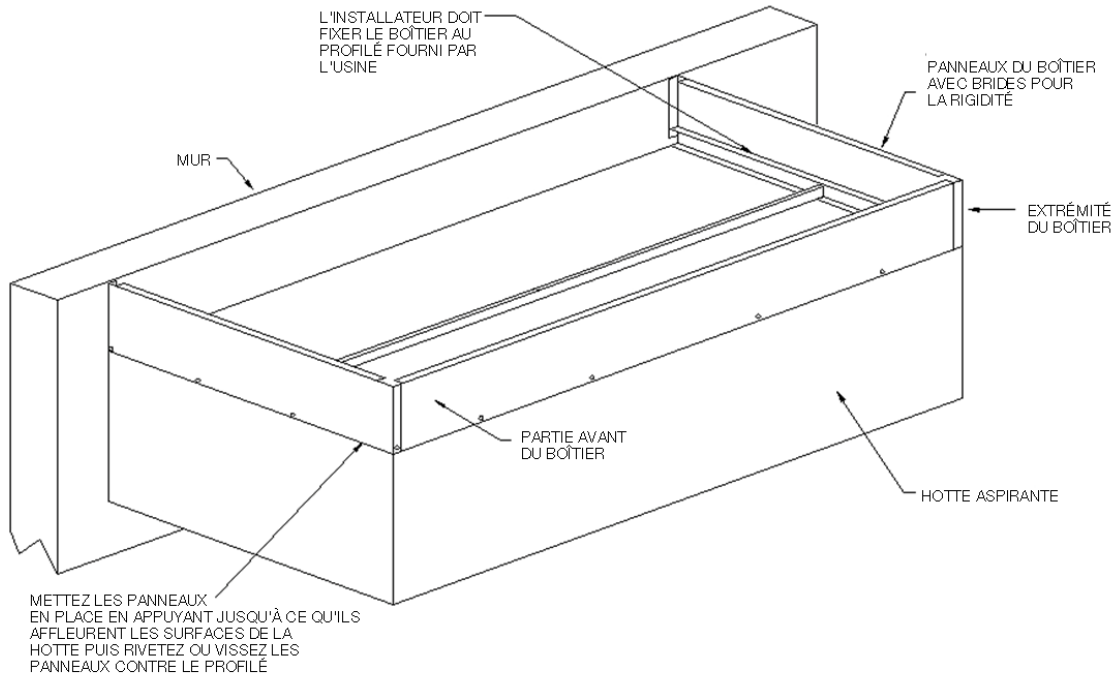

Figure 15
6. Si vous utilisez plusieurs panneaux, une pièce d'habillage en acier inoxydable sera fournie pour relier ensemble plusieurs panneaux (c.-à-d. les hottes sont côte à côte, dos à dos les unes par rapport aux autres ou la longueur du boîtier dépasse 4,87 m (16 pieds)). Reliez les panneaux en les glissant derrière l'habillage inoxydable et en les fixant avec des vis ou des rivets. **Voir la figure 15.** **REMARQUE :** L'habillage devra être découpé pour s'adapter. Dans la plupart des cas, l'habillage s'étend du bas de la hotte jusqu'à la partie supérieure du panneau du boîtier.